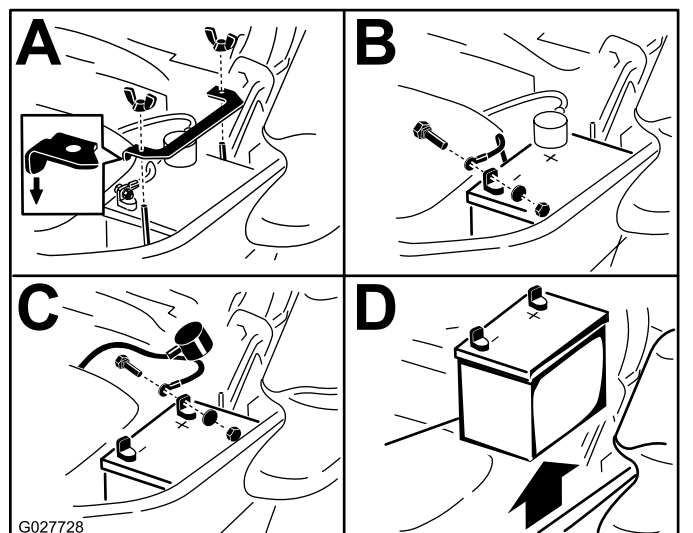

Figura 51
3. Desconecte el cable negativo (negro) de la batería del borne negativo (-) de la batería (Figura 51).
4. Retire el protector de borne rojo del borne positivo (+) de la batería y retire el cable positivo (rojo) (Figura 51).
5. Retire la tuerca de orejeta que sujeta la abrazadera de la batería (Figura 51).
6. Retire la abrazadera (Figura 51).
7. Retire la batería (Figura 51).
1. Coloque la batería en la bandeja, con los bornes frente al depósito de aceite hidráulico (Figura 51).
4. Fije los cables con 2 pernos, 2 arandelas, y 2 contratuercas (Figura 51).
6. Instale la abrazadera y sujétela con la tuerca de orejeta (Figura 51).